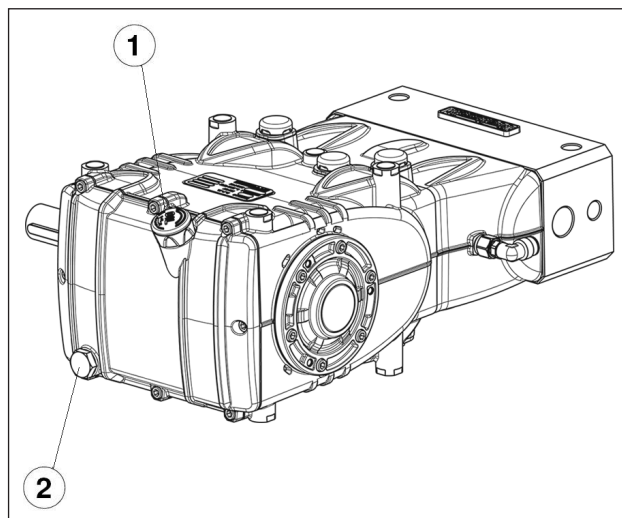

Рис. 3
Проверьте уровень масла и, при необходимости, долийте с помощью маслоизмерительного щупа, поз. ①, Рис. 3.
Правильный контроль уровня масла производится при насосе, имеющем температуру окружающей среды, а замена масла осуществляется при насосе, разогретом до рабочей температуры, для чего извлекается маслоизмерительный щуп, поз. ①, а затем пробка, поз. ②, Рис. 3.
Используйте датчик температуры, который необходимо вставить в сливную масляную пробку, поз. ② Рис. 3.